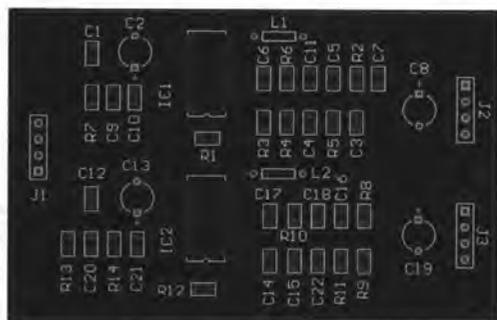

图 8-127 完成手工布局
- [4] 调整元器件的标志符，使其整齐排列，尽量方向一致，调整完毕如图 8-127 所示。